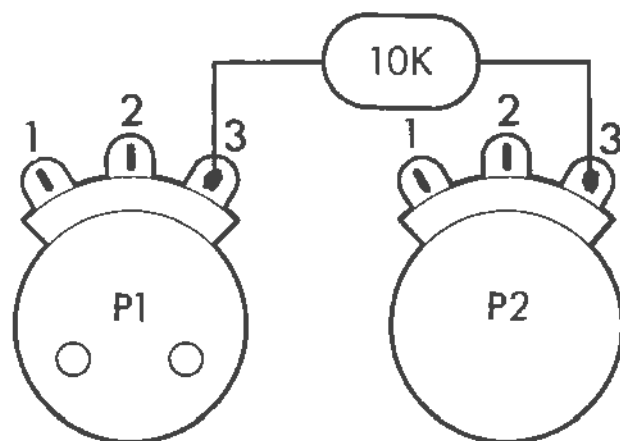

Figura 14
- Por último, tome el condensador restante de 10 KpF, poliéster de 400 voltios, adapte y suelde después sus terminales, entre los terminales 3 del potenciómetro de volumen P2 y el 3 del potenciómetro de tono P1. (Figura 14.)